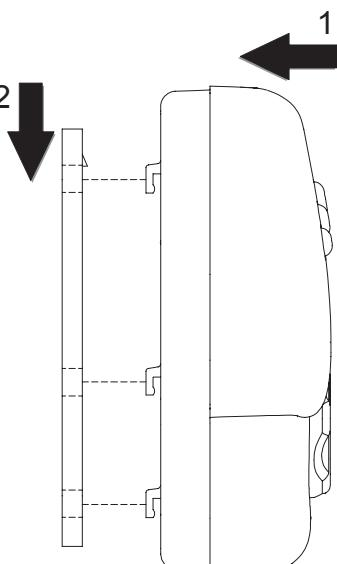

Fig. 5: Inserción del termostato en la placa a muro.
4. Unir la base del termostato a la placa haciendo coincidir los dientes de la base con los orificios de la placa y sucesivamente ejercitarse sobre la base una presión hacia abajo hasta que el diente entre definitivamente en el orificio de la placa (Fig. 5).